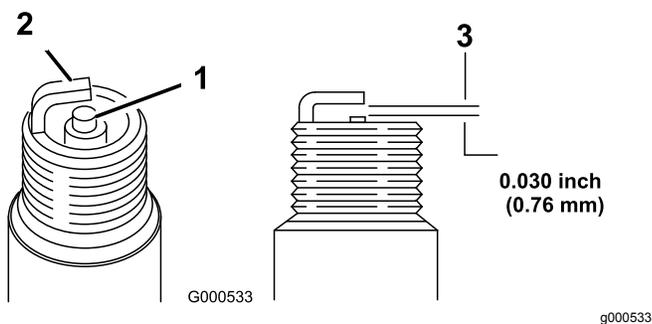

図 20
5. 図 20 に示すように、電極間のすき間を 0.76mm に調整する。